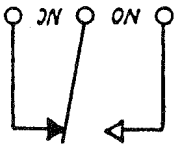

Abb. 9 - Grenzwertalarm-schaltung
Bei dieser Alarmversion erhält das Gerät zwei Alarmeinsteilpunkte, zu denen jeweils ein einpoliges Umschaltrelais gehört. Die Wirkungsrichtung des Alarms (höhere oder niedrigere Werte) wird am Gerät eingestellt; durch das Umschaltrelais kann die Alarmeinrichtung so verdrahtet werden, daß der Stromkreis entweder normalerweise offen (NO) oder geschlossen (NC) ist. (Als "normal" wird die Stellung im stromlosen Zustand bezeichnet.) Vgl. Abb. 9